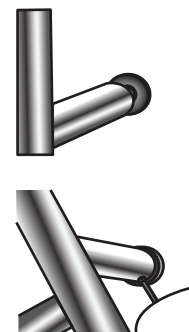

Fig. 6
- o **g** : Vis de réglage (cette vis peut-être déjà installée dans la patte de métal) (Voir Fig. 6).
- o Vis de réglage **g** est insérée dans la patte métal de métal **d** (Voir fig. 6).
## Étape 6 : Installation de l'unité principale (Fig. 6)